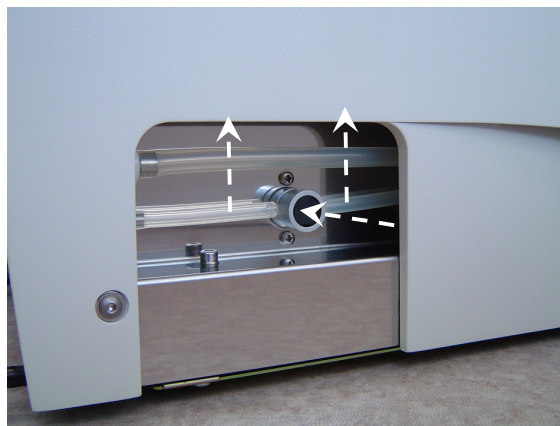

図 1
2. ピンチバルブの中心部分を押しながら、バルブのどちらか一方の側のチューブを持ち上げて、バルブからはずします（図1）。